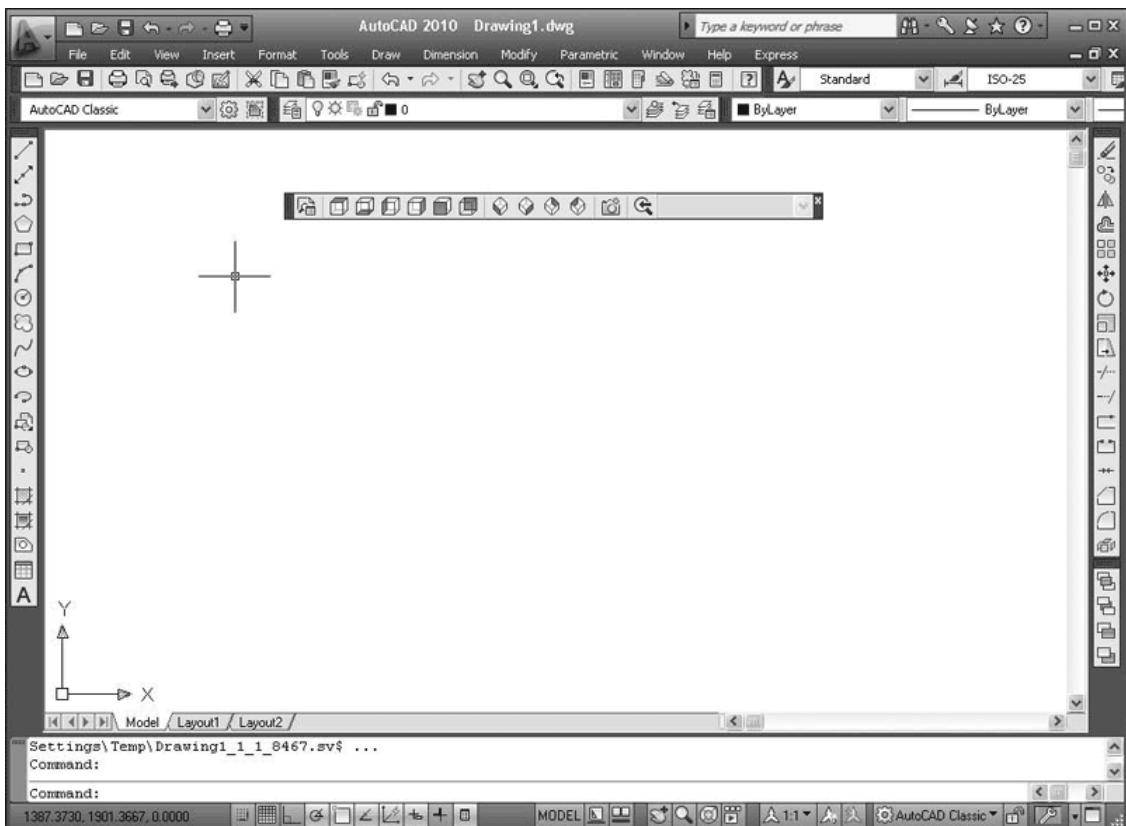

Рис. 1.13. Перетаскивание панели инструментов
2. С помощью мыши перетащите панель инструментов, как показано на рис. 1.13.